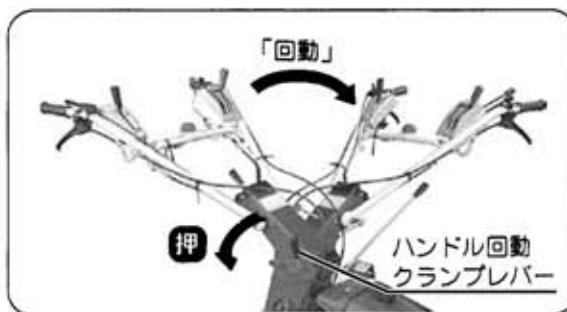

図54
- ② ハンドル回動クランプレバーを押し下げて、ハンドルを時計回り【左方向】にゆっくり旋回して、逆転の位置で固定してください。(図54)